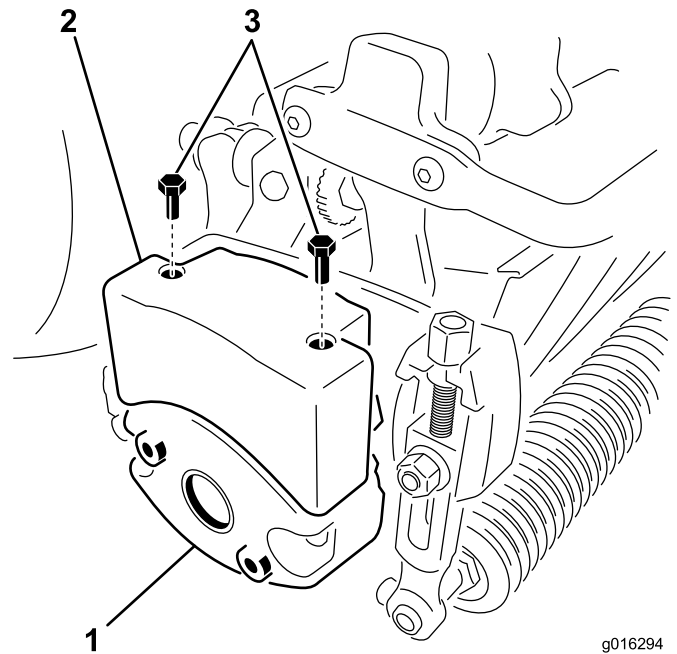

Figura 10
4. Rimuovete i due bulloni che fissano lateralmente la zavorra all'elemento di taglio (Figura 10).
6. Montate una zavorra superiore sulla zavorra dell'elemento di taglio tramite 2 viti a testa cilindrica cava esagonale (Figura 10).